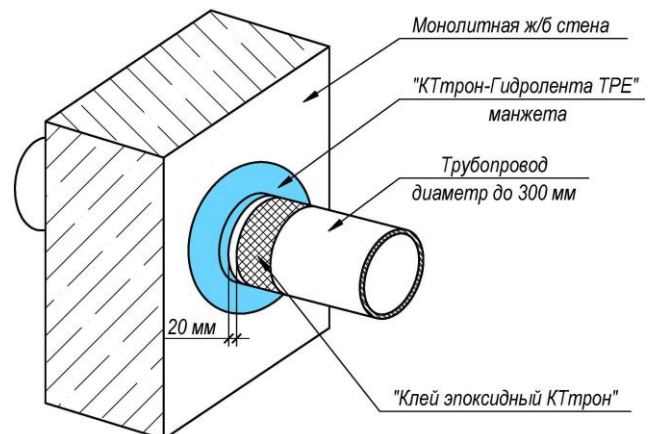

Рис. 2
- Нанести материал **Клей эпоксидный КТТрон-ТЭД-2** на трубу на расстоянии 20 мм от выступающей части манжеты на трубе (Рис. 2).